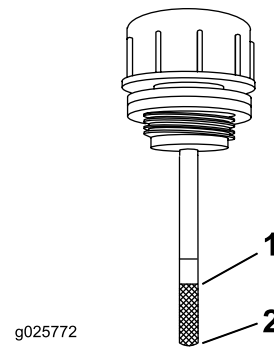

Figure 62
6. Nettoyez la surface autour de la jauge du réservoir du système hydraulique (Figure 62).
7. Sortez la jauge du réservoir hydraulique (Figure 62).
9. Ressortez la jauge et examinez l'extrémité (Figure 62). Si le niveau d'huile est au repère minimum, versez lentement la quantité d'huile qui convient dans le réservoir hydraulique pour faire monter le niveau jusqu'au repère maximum.